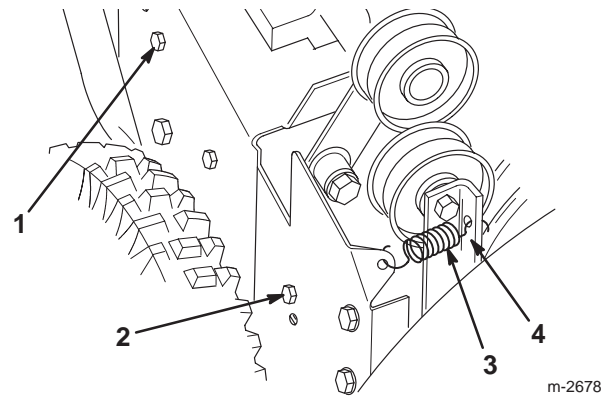

Bild 31
2. Schraube (3)
4. Lösen Sie das Bremsarmelement der Schnecke, indem Sie die hintere Schraube lösen und die vordere Schraube abnehmen (Bild 31).
5. Entfernen Sie die Spannscheibenfeder (Bild 31). Lassen Sie das Bremsarmelement frei hängen. Es darf allerdings nicht im Weg sein.
4. Lösen Sie das Schneckenbremsarmelement, indem Sie die hintere Schraube lösen und die vordere Schraube, mit der das Schneckenbremsarmelement am Rahmen befestigt ist, entfernen (Bild 31).